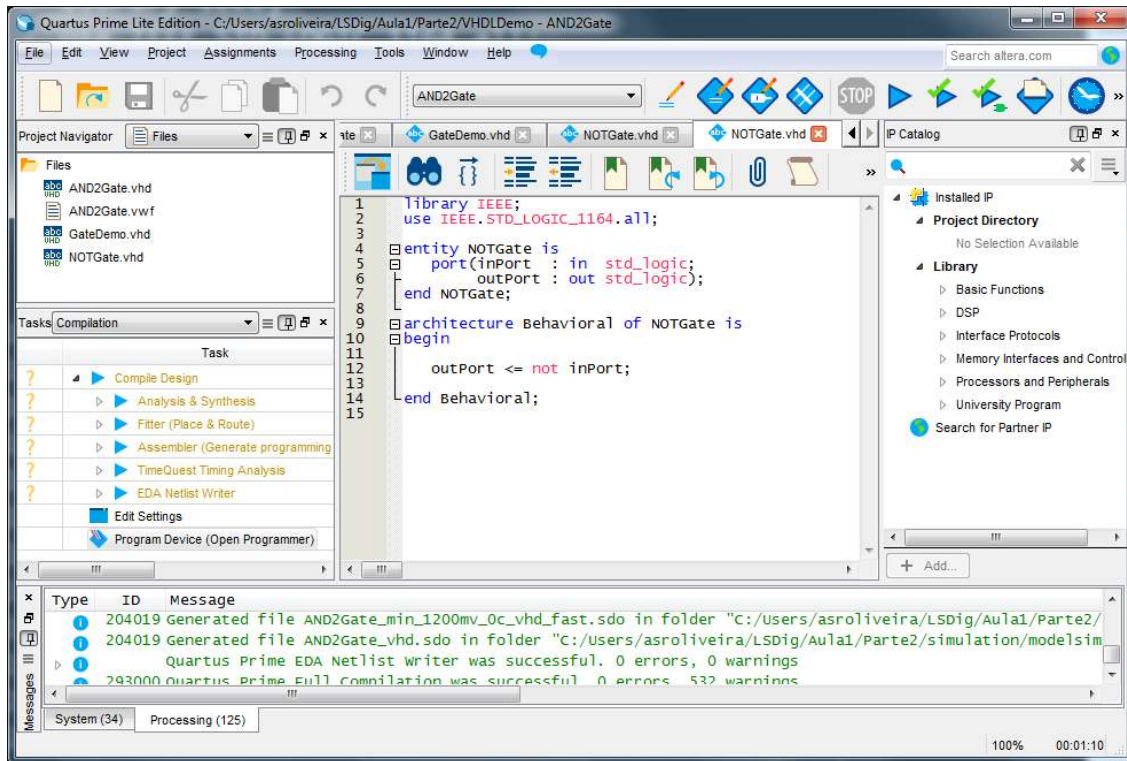

Figura 45 – Código fonte do inversor (“NOTGate.vhd”).
17. Crie um novo ficheiro VHDL, contendo o código fonte correspondente a um inversor e no final grave com o nome “NOTGate.vhd” (Figura 45).